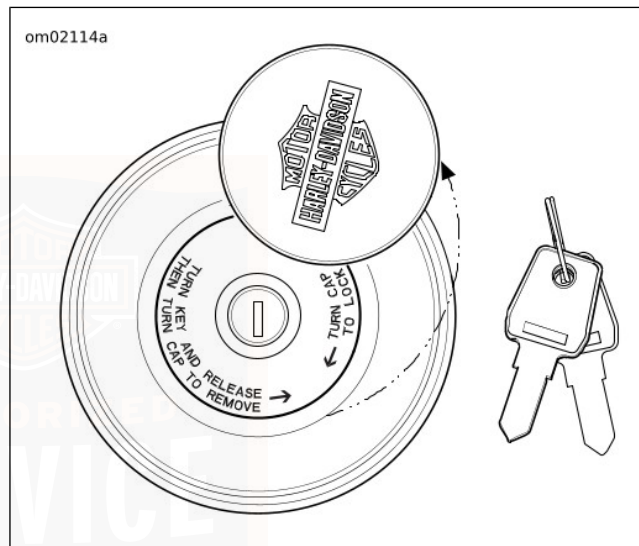

Figura 22. Blocco del tappo del serbatoio del combustibile
1. Vedere Figura 22. Ruotare il coperchio a scatto per accedere al blocco con chiave.
1. Vedere Figura 22. Inserire la chiave nel blocco.